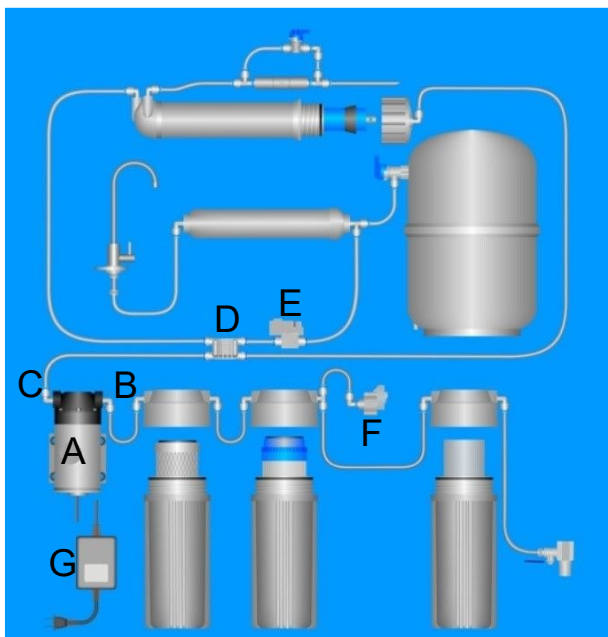

Figure 1
2. Veuillez voir les fig. 1 et 2 pour le raccordement à l'interrupteur haute pression **(E)**, à l'interrupteur basse pression **(F)**, à la valve électromagnétique ou à la vanne à quatre voies **(D)**, au transformateur **(G)**, etc.